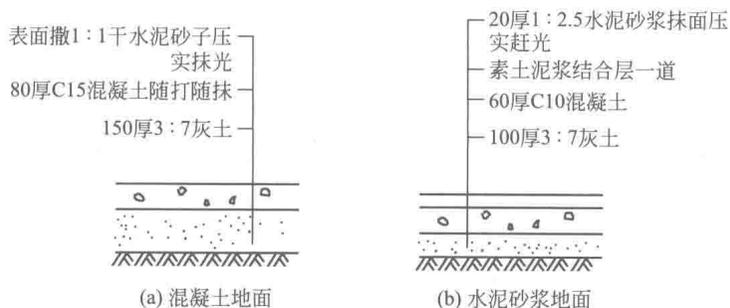

图 1-2 混凝土与水泥砂浆地面的构成及做法
(3) 混凝土楼地面(也可称水泥砂浆压光地面)是指在灰土垫层上浇筑厚为 $60\sim 80\text{mm}$ C15 混凝土随打随抹,表面撒 $1:1$ 干水泥砂子压实、抹光的一种地面,如图 1-2 (a) 所示。
(4) 水泥砂浆楼地面 指在灰土垫层上先浇筑厚 60cm C10 混凝土,待其凝固到一定程度后,用素水泥浆做结合层(即刷素水泥一道),然后再用 20cm 厚 $1:2.5$ 水泥砂浆抹面压实、抹光的一种地面,如图 1-2 (b) 所示。